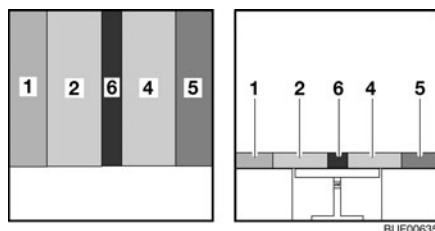

Fig. 120 Après la transformation
- Placer le coussin supplémentaire (Fig. 120,6) entre les coussins d'assise (Fig. 120,2 et 4).